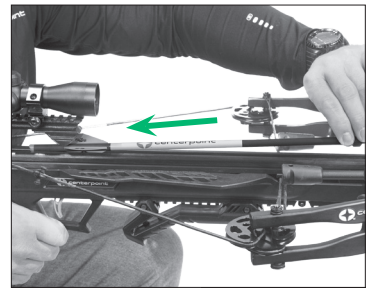

FIGURE 14
- 4d Placez la flèche ou le carreau de manière à ce que la penne/l'empennage d'armement (penne/empennage de couleurs variées) soit dans la rainure de lancement (fig.14).